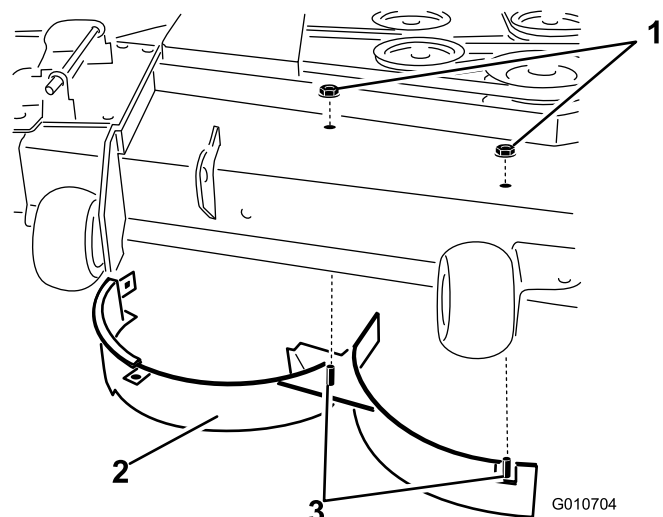

Figura 38
11. Rimuovete i due dadi di bloccaggio (5/16 pollice) fissati sui perni saldati del deflettore destro in posizione centrale e destra, sulla parte superiore del piatto di taglio (Figura 38).
12. Rimuovete il bullone a testa tonda e il dado di bloccaggio fissati sul deflettore destro sulla parte superiore del piatto di taglio. Staccate il deflettore destro dal piatto di taglio (Figura 38).